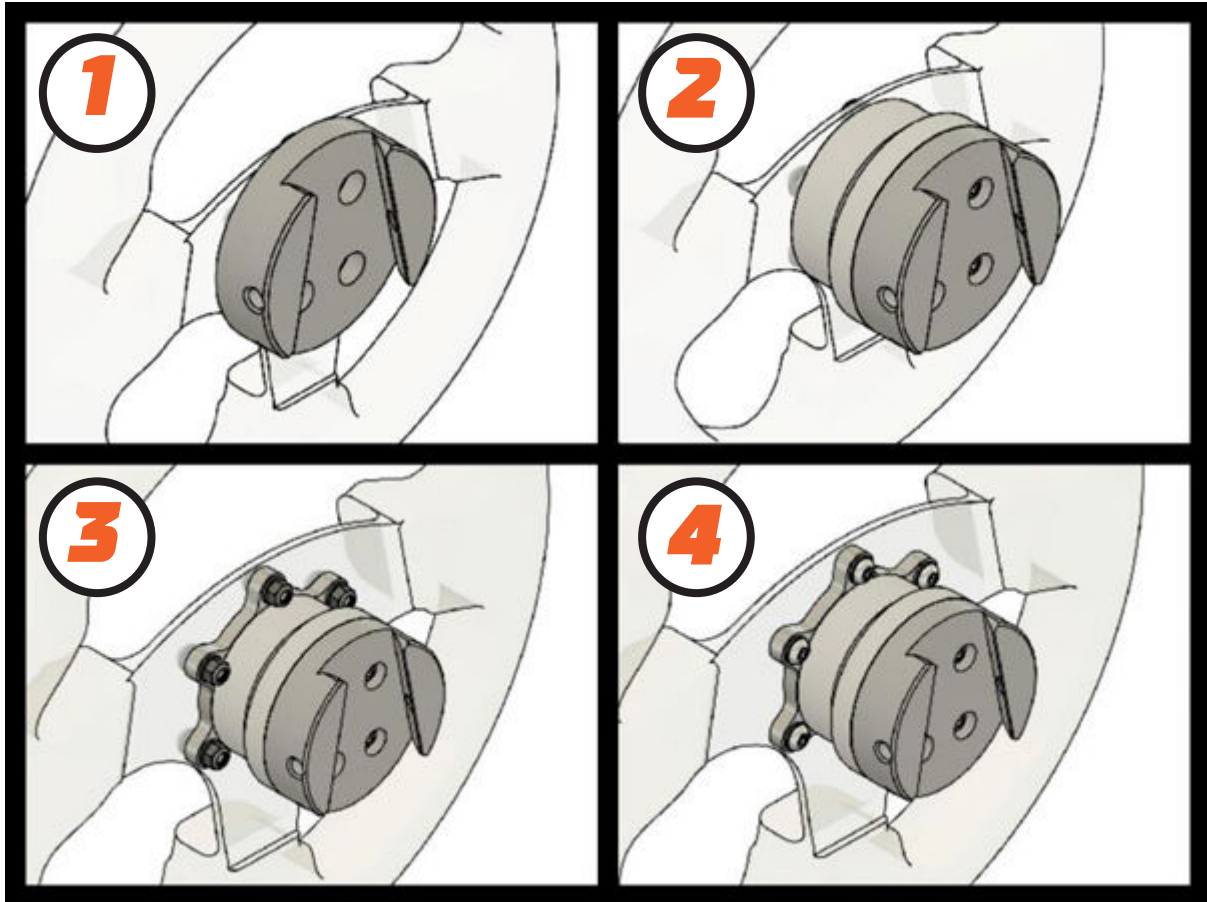

Figure 7 Options d'assemblage du SQR
Les configurations standard (figure 7) comprennent (1) un montage avant avec un diamètre de perçage de 50,8 mm sans entretoise, (2) un montage avant et arrière avec un diamètre de perçage de 50,8 mm avec l'entretoise, et (3+4) un montage avant et arrière avec un diamètre de perçage de 70 mm.